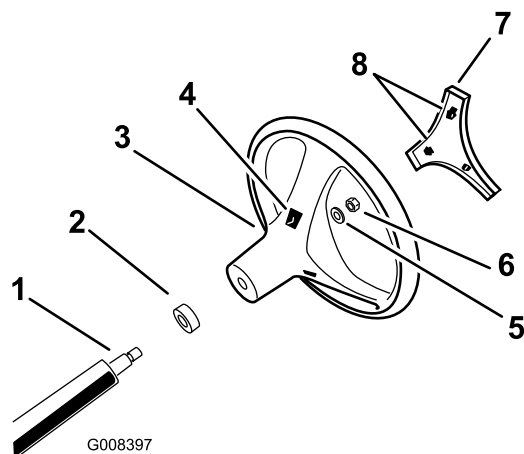

Figure 3
5. Fixez le volant à l'arbre avec l'écrou (Figure 3).